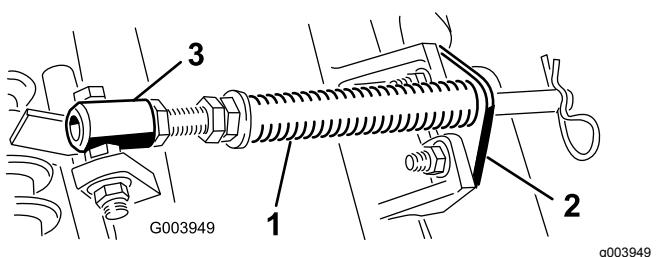

Рисунок 10
- A. Удалите два каретных болта и две гайки, которые крепят кронштейн штока к выступам режущего блока (Рисунок 10).
- B. Выверните фланцевую гайку крепления болта трубы пружины к выступу несущей рамы (Рисунок 10)